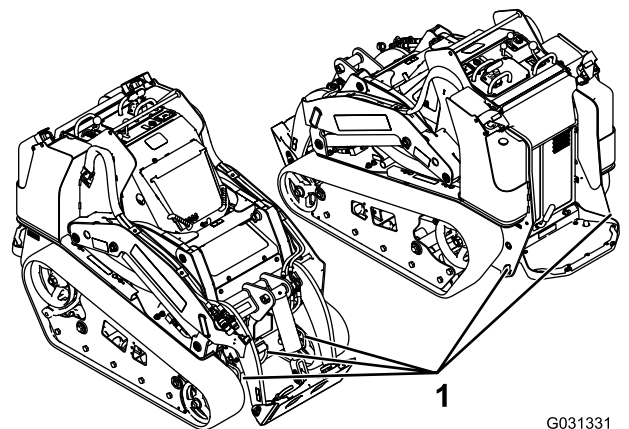

図 31
8. 機体についているロープ掛けポイントを使い、チェーンやロープ、ワイヤなど適切なものでしっかりと機体をトレーラに固定する 図 31。ロープ掛けや積荷固定については各地域の法令などに従ってください。
ロープ掛けポイントを吊り上げポイントとして利用することができます 図 31を参照。